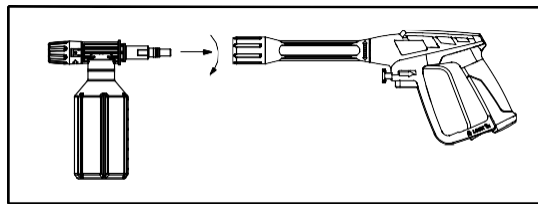

Figura 8 - Fissare l'applicatore alla pistola
4. Collegare l'applicatore del detergente alla pistola. (Vedere Figura 8)